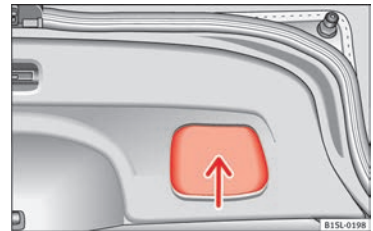

Fig. 6 Portón trasero abierto: cavidad para tirar.
- Agarre la cavidad del revestimiento interior del portón trasero » **fig. 6** (flecha).